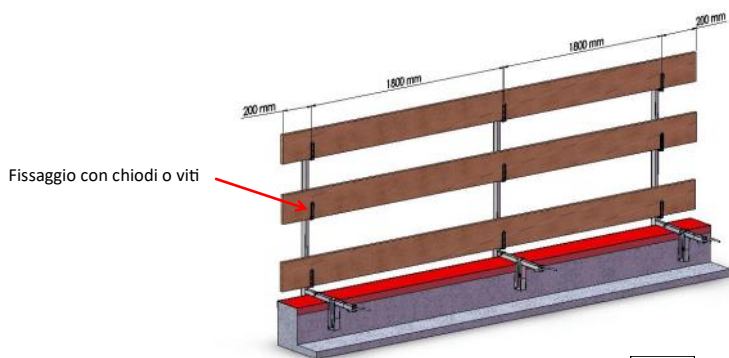

fig. 8
- Completare il montaggio del sistema di protezione provvisorio, inserendo negli appositi sostegni, le tavole (fig. 8 a pag. 9) in legno di abete o di altra essenza (classe minima di resistenza C16 – UNI EN 338), o altri profili metallici in grado di resistere ai carichi richiesti dalla normativa UNI EN 13374;
- Le tavole (fig. 8) o i profili utilizzati devono essere integri sotto l'aspetto della resistenza e la loro lunghezza minima deve essere superiore di almeno 400 mm a due campate. (esempio: 1800 mm + 1800 mm + 200 mm + 200 mm = 4000 mm)